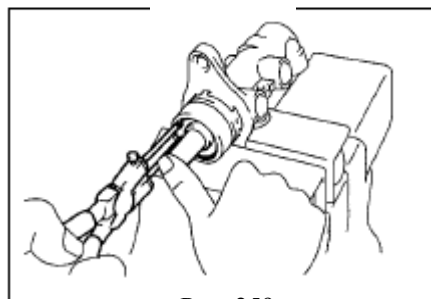

Рис. 259
- (1) Поместите главный тормозной цилиндр в тиски .
- (2) Снимите круглое уплотнительное кольцо.
- (3) Толкните поршень рукой, и снимите стопорное кольцо с помощью плоскогубцев(рис. 259).